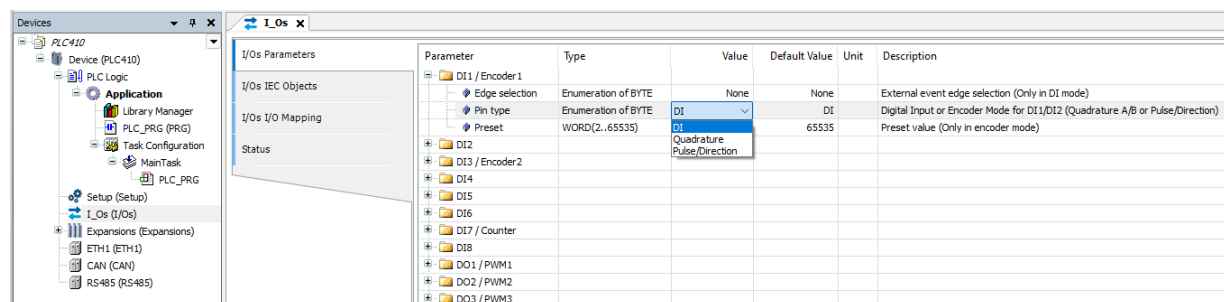

Figura 12.1: Configuração da função de uma entrada digital
Por padrão, os pinos são iniciados com a configuração de Entrada Digital (DI). Se necessário, configure a função desejada para cada entrada nas configurações dos I/Os via CODESYS, conforme a Figura 12.1 na página 12-1.